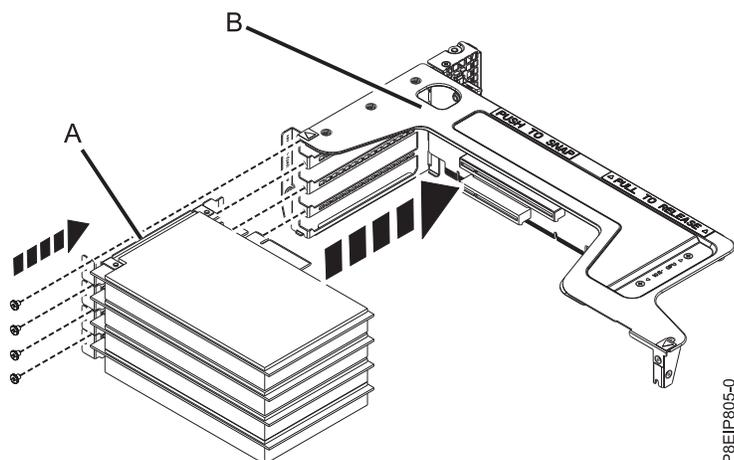

図 56. ライザーへの PCIe アダプターの挿入
- b. アダプター (A) のプラグを PCIe アダプター・ライザー (B) 内の正しいスロットに差し込みます (図 56 を参照)。